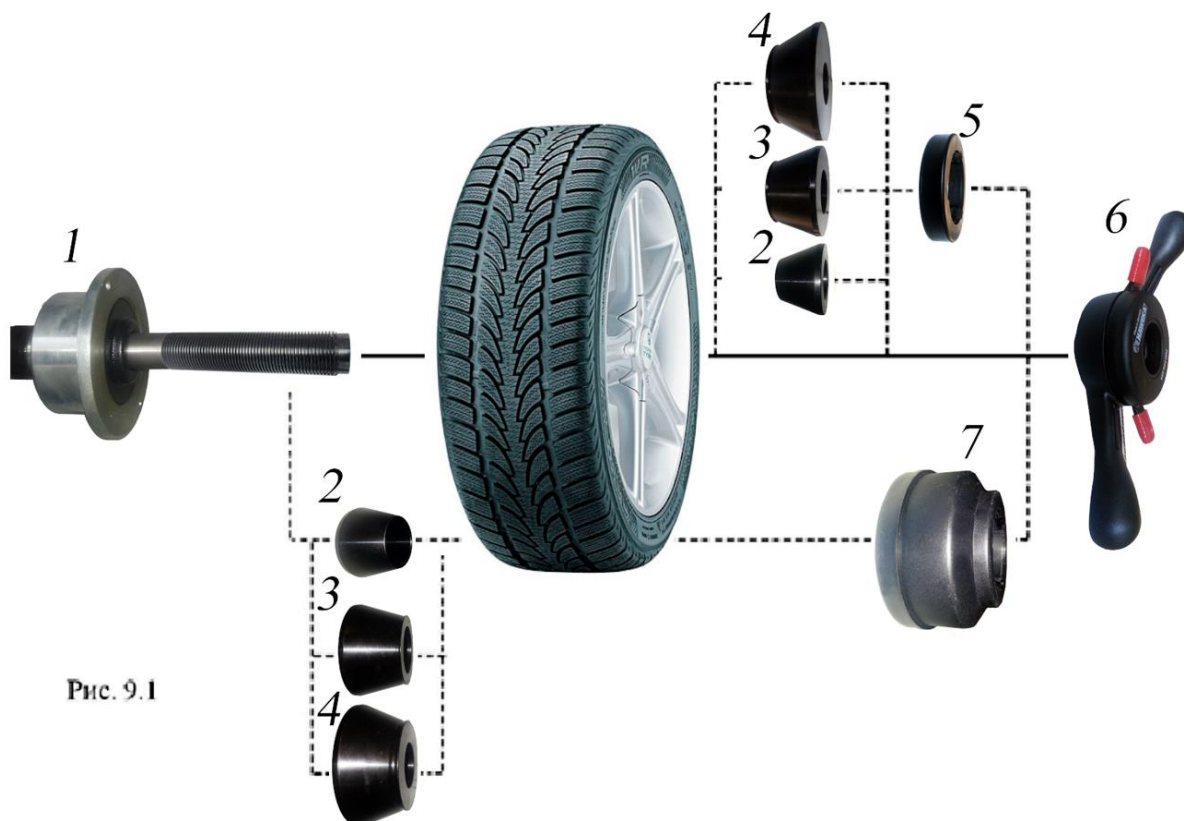

Рис. 9.1
9.2. Балансируемое колесо закрепляется на валу СБ за центральное отверстие диска с помощью конусов и быстросъемной гайки с раздвижными резьбовыми сухарями. В зависимости от конфигурации диска конус может быть установлен как с внешней стороны диска (вариант «а»), так и с внутренней (вариант «б»). При этом на гайке 6 кольцо 5 должно быть заменено на чашку 7. (см. рис. 9.1)